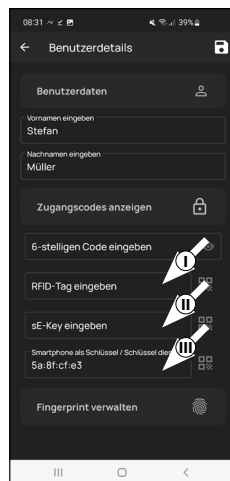

Fig. 4
**Aviso:** Por defecto, el medio seleccionado para el administrador es la apertura de la cerradura mediante smartphone (III) (Fig. 4). Para los siguientes usuarios, podrá establecer en este campo otro smartphone como llave electrónica. En las instrucciones básicas, en nuestra página web, encontrará indicaciones al respecto (busque el enlace en la página inicial).